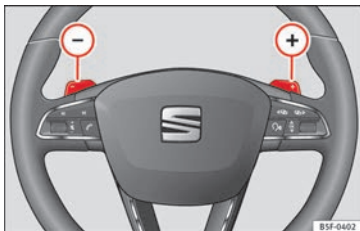

Bild 191 Ratten: reglage för automatisk växellåda
- Tryck på växlingspaddeln **+** för att välja en högre växel » **bild 191**.